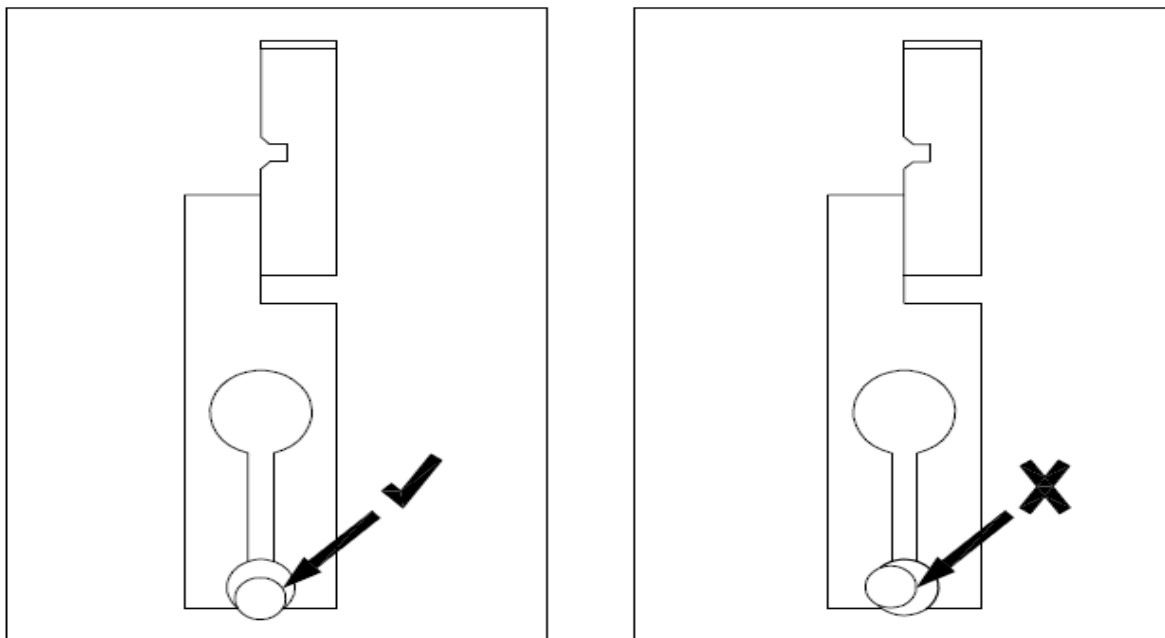

Figure 3
- Positionner l'ensemble de maintien du palpeur comme indiqué sur la figure 3.